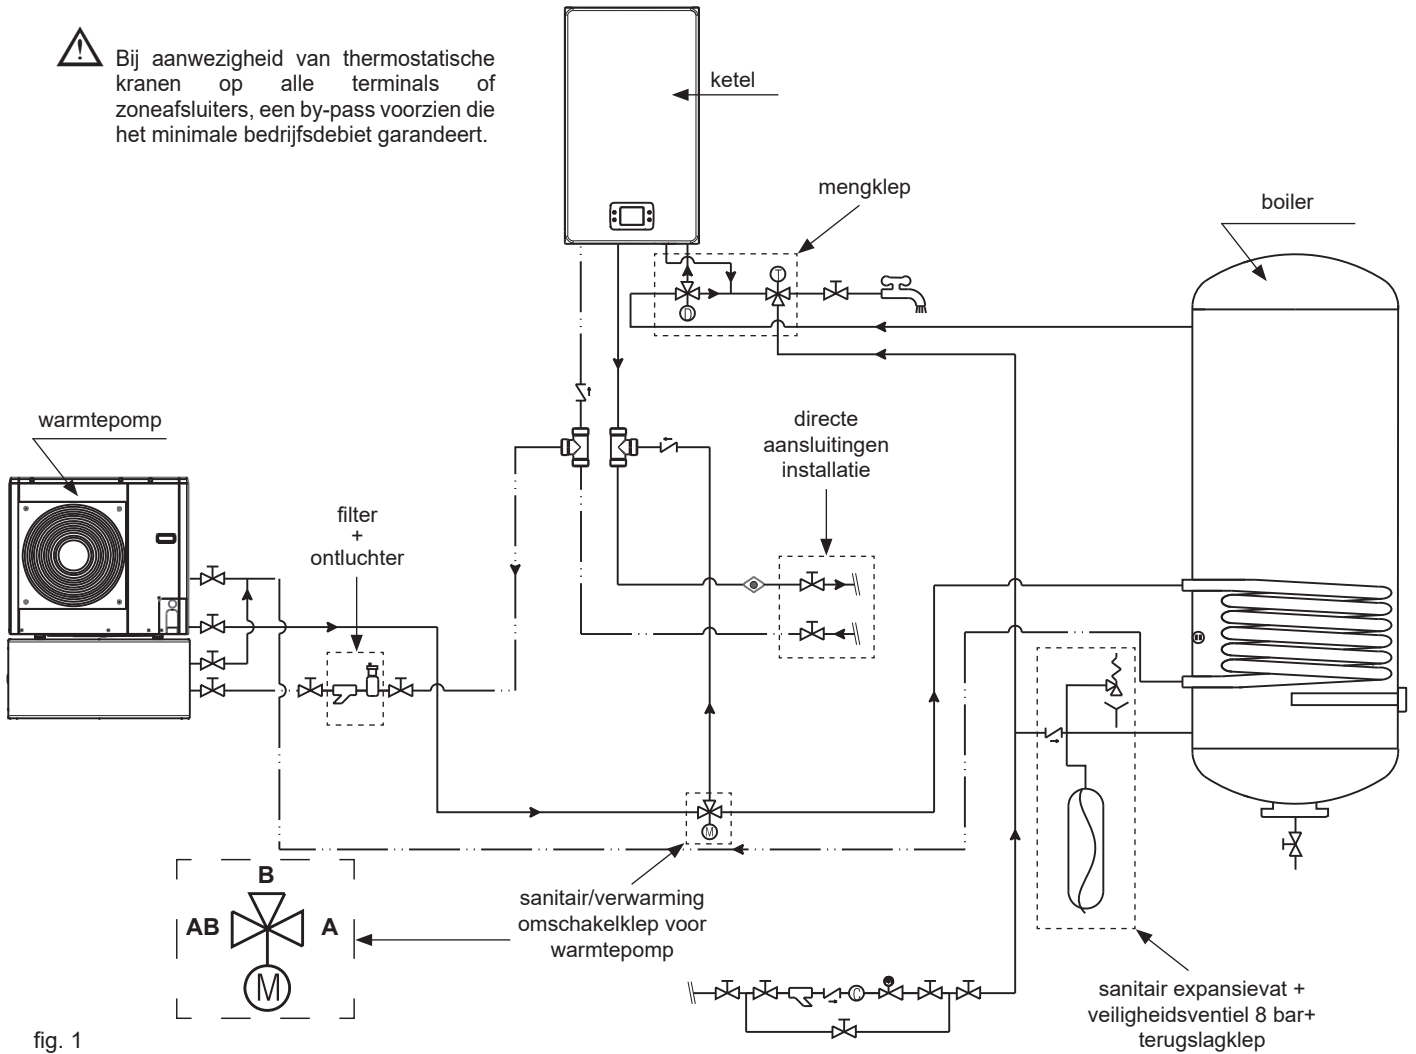

fig. 1
- Plaats de omschakelklep zoals weergegeven in het hydraulisch schema (fig. 1).